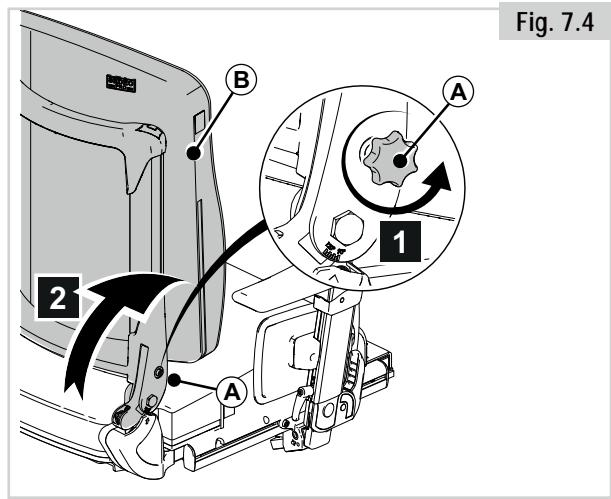

Fig. 7.4
7.3 Nedfällbart ryggstöd snabbkoppling (Fig. 7.4)